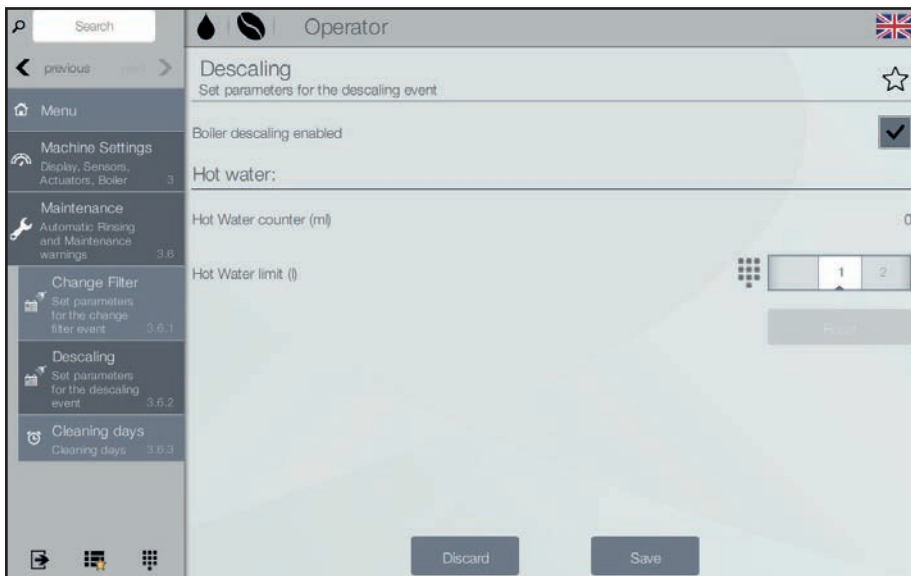

Fig. 6.13- Afkalkning
- Aktivér afkalkningsfunktionen, hvis du foretrækker en afkalkning af kedlen og andet udstyr med jævne mellemrum (fig. 6.13).